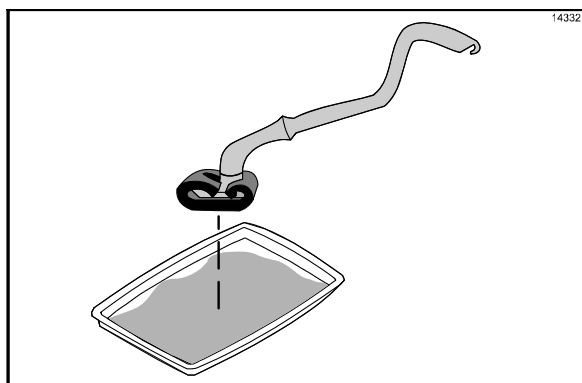

Figure 47
14. Tremper le support de tampon Kay de nettoyage de grill dans le nettoyant pour grill (Cf. Figure 47).